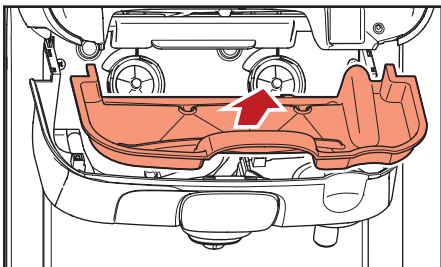

Abb. 5.11 -Innere Tropfschale entnehmen
- c. Entnehmen Sie die innere Tropfschale und reinigen Sie diese, wenn nötig (Abb. 5.11).